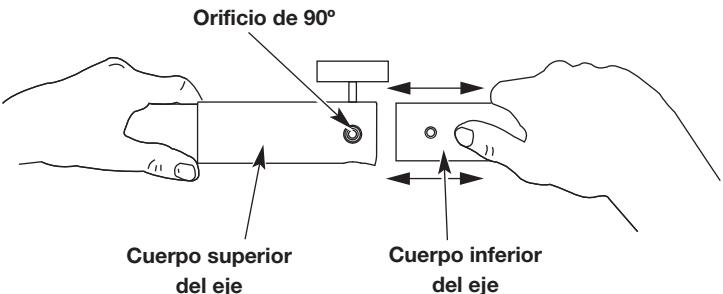

Fig. 3
- Mientras sostiene el accesorio con firmeza, empuje en línea recta hacia dentro del acoplador EZ-Link™ hasta que el botón de desconexión encaje firmemente en el agujero 90° (Fig. 3).
3. A la vez que sujetas firmemente la caja del eje superior, saque el accesorio del acoplador EZ-Link™ (Fig. 3).